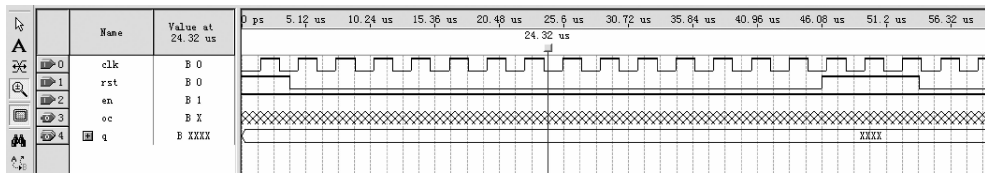

图 3-46 计数器仿真前波形图
(1) 打开波形编辑器。选择主菜单 File → New 项,在 New 窗口中选择 Verification/Debugging Files 中的 Vector Waveform File,单击 OK 按钮,即出现空白的波形编辑器。
(2) 设置仿真时间区域。在主菜单 Edit → End Time 项,在弹出的窗口中的 Time 窗口中输入合适的数字,即仿真时间,如 100,单位选择“ $\mu\text{s}$ ”。
(3) 存盘波形文件。选择 File 中的 Save As,将以名为 cnt10.vwf(默认名)的波形文件存入文件夹 D:\cnt10 中。
(4) 输入信号节点。将工程 cnt10 的端口信号节点选入波形编辑器中。方法是首先选择主菜单 View → Utility Windows → Node Finder 选项。在 Filter 框中选择 Pins: All,然后单击 List 按钮。于是在左侧 Node Found 栏中出现了设计中的 mux21a 工程的所有端口引脚名(如果此对话框中的 List 不显示,需要重新编译一次,即选择 Processing → Start Compilation,然后重复以上操作过程)。可以用鼠标左键单击 Node Found 栏中的引脚,拖曳到 cnt10.vwf 编辑窗口中的 Name 栏。
(5) 编辑输入波形。单击波形窗口左侧的全屏显示按钮,使全屏显示,并单击“放大缩小”按钮  后,在波形编辑区域用鼠标左键单击(放大)或右键单击(缩小),使仿真坐标处于适当位置。这时仿真时间横坐标设定在数十微秒数量级。单击波形编辑器窗口 Name 栏的时钟信号名 clk,使之变成蓝色条,再单击左列波形编辑器工具栏的“时钟信号”按钮(见图 3-20),在 Clock 窗口中设置 clk 的时钟周期为  $2\mu\text{s}$ ; Clock 窗口中的 Duty Cycle 是占空比,默认为“50”,即 50% 占空比。然后再分别设置 en 和 rst 的电平。编辑完成的波形图如图 3-46 所示。
(6) 总线数据格式设置。单击如图 3-46 所示的输出信号 cq 左侧的“+”,则能展开此总线中的所有信号;如果双击此“+”号左侧的信号标记,将弹出对该信号数据格式设置的对话框。在该对话框的 Radix 栏有 4 种选择,这里可选择无符号十进制整数“Unsigned Decimal”表达方式。最后对波形文件再次存盘。
(7) 仿真器参数设置(可以选择默认设置,忽略此步骤)。选择主菜单 Assignment →